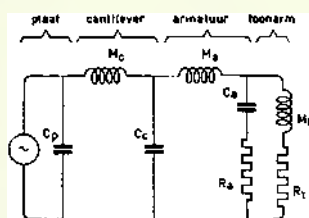

Fig. 30 - Mechano-elektrisch vervangings-schema van een groeftaster met cantilever
Uit vgl. (25) is af te leiden, dat de vertikale/horizontale compliantie-verhouding van de cantilever wordt bepaald door $(b/d)^2$. Het is wenselijk deze verhouding op tenminste $10 \times$ te stellen, hetgeen met een breedte/dikte verhouding van 3 à 4 te bereiken is. De horizontale slapheid van de cantilever willen we immers zo klein mogelijk houden, omdat anders vooral de hoge frequenties niet zullen worden overgedragen van naald op anker; de zeer snelle bewegingen van de naald zullen m.a.w. in het cantilever-materiaal „verdrinken”. (Herinnert u zich van vóór de oorlog de soft-tone naalden? Deze waren inderdaad compliantier dan de loud-tone naalden). In feite is een cantilever een laagdoorlaatfilter; in fig. 30 zien we het mechano-elektrische analoog hiervan, opgenomen in het vereenvoudigde vervangingsschema van een groeftaster, zoals die in fig. 21b reeds werd geschetst (RB aug. 1958)